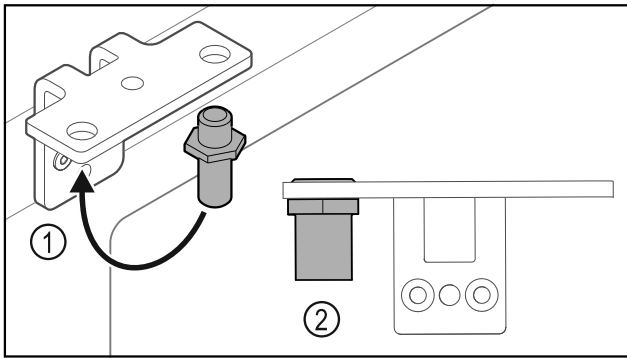

Fig. 30
- ▶ Μεταφέρετε τον πείρο Fig. 30 (1) στη γωνία μεντεσέ.
- ▶ Σφίξτε τον πείρο Fig. 30 (2) με ροπή 12 Nm.